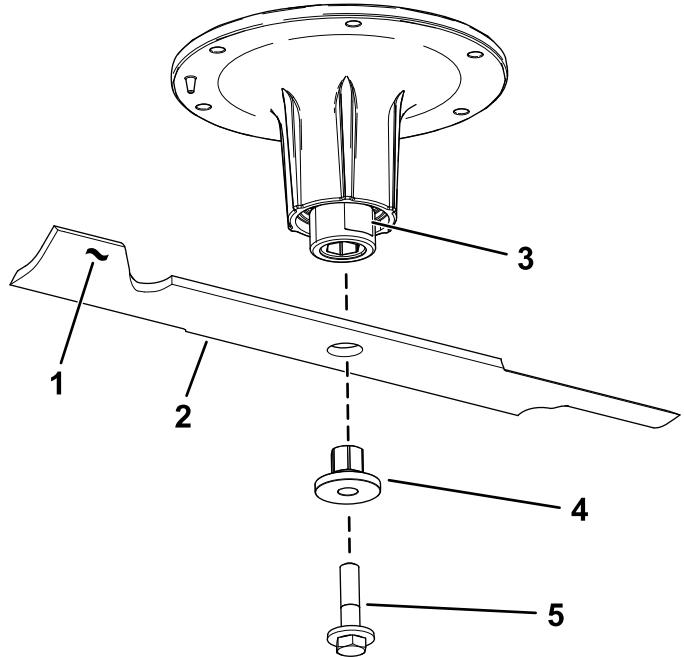

Figure 99
2. Retirez le boulon, la douille et la lame de l'axe de pivot (Figure 99).